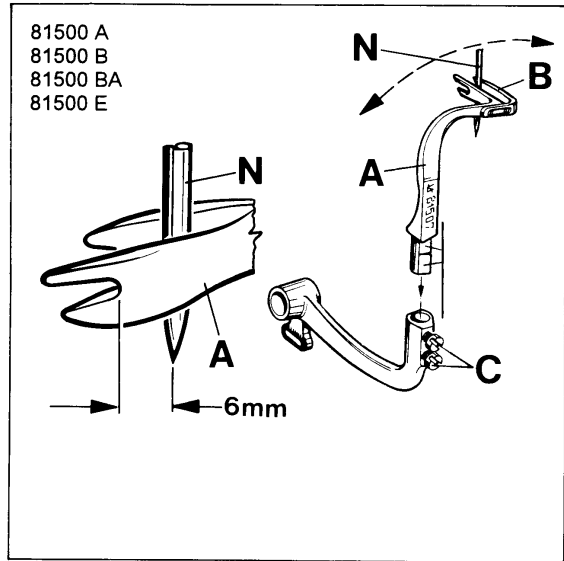
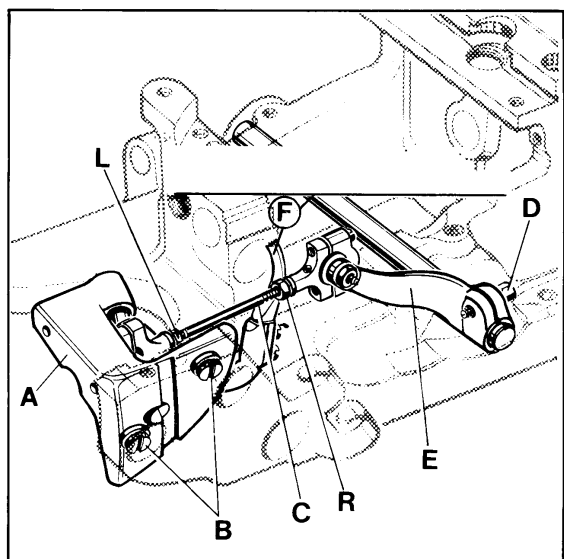

Fig. 11
Fig. 12
Before inserting a new upper spreader (A, Fig. 11) remove thread hook (B). This facilitates the visual check of the adjustment.
For adjustment of spreader (A, Fig. 11) with respect to the needle (N), the shank of spreader (A) has two offset flats.
First snug one screw (C, Fig. 11) on the flat of the spreader shank with which the following position of the spreader is reached:
When rotating the handwheel in sewing direction, spreader (A, Fig. 11 A) should pass with its face (D) as close as possible to the front of needle (N), without contacting it. Now tighten the second screw (C, Fig. 11) firmly.
**HINT:** In case the adjusting possibility of the spreader by means of the two offset flats on the spreader shank is not sufficient, additionally the complete bearing (A, Fig. 12) can be moved slightly up or down when loosening screws (B). Retighten both screws.
In the extreme left upper end position of spreader (A, Fig. 11) the distance between the bottom of the forked cut-out and the center of needle (N) should be 6 mm (15/64 in.)
If an adjustment is necessary, loosen nuts (L and R, Fig. 12) and turn connecting rod (C) forward or backward as required to obtain the required position.
**NOTE:** The left nut (L) has a left hand thread, Temporarily snug the two nuts (L and R) manually.
Remount thread hook (B, Fig. 11) on spreader (A) and set it so that its tip passes close behind the needle without contacting it (see Fig. 11 A).
Bevor Sie einen neuen oberen Blindgreifer (A, Fig. 11) einsetzen entfernen Sie den Fadenhaken (B). Dies erleichtert die visuelle Prüfung der Einstellung.
Zum Einstellen des Blindgreifers (A, Fig. 11) im Bezug zur Nadel (N) hat der Schaft des Blindgreifers (A) zwei versetzte Befestigungsflächen.
Legen Sie zuerst eine Schraube (C, Fig. 11) auf der Fläche des Blindgreifers an, mit der Sie folgende Stellung des Blindgreifers erhalten:
Beim Drehen des Handrades in Nährichtung muß der Blindgreifer (A, Fig. 11 A) mit seiner Stirnfläche (D) dicht an der Vorderseite der Nadel (N) vorbeigehen, ohne diese zu berühren. Ziehen Sie nun die zweite Schraube (C), Fig. 11) gut an.
**HINWEIS:** Sollte die Einstellmöglichkeit des Blindgreifers mit Hilfe der beiden versetzten Befestigungsflächen am Greiferschaft nicht ausreichen, kann nach Lösen der beiden Schrauben (B, Fig. 12) zusätzlich das ganze Lager (A) etwas nach oben oder unten verschoben werden. Ziehen Sie die beiden Schrauben wieder an.
In der äußerst linken oberen Endstellung des Blindgreifers (A, Fig. 11) muß der Abstand zwischen der tiefsten Stelle des gabelförmigen Einschnittes und der Nadelmitte (N) 6 mm betragen.
Wenn eine Einstellung notwendig ist, lösen Sie die Muttern (L und R, Fig. 12) und drehen die Verbindungsstange (C) vor oder zurück bis die erforderliche Stellung erreicht ist.
**BEACHTEN SIE:** Die linke Mutter (L) hat ein Linksgewinde. Legen Sie vorerst beide Muttern (L und R) von Hand leicht an.
Montieren Sie den Fadenhaken (B, Fig. 11) wieder an den Blindgreifer (A) und stellen Sie ihn so, daß seine Spitze dicht hinter der Nadel vorbeigeht, ohne diese zu berühren (siehe Fig. 11 A).
If required loosen clamp screw (D, Fig. 12) in the drive lever (E) and set the lever so that the upper spreader (F) clears at all points. Retighten clamp screw (D).
After this setting recheck the position of the upper spreader to the needle, as described above. Reset with connecting rod (C, Fig. 12) if required and tighten nuts (L and R).
Preliminary mount the upper looper (A, Fig. 11 B) and the thread hook (B) to the looper shank (S) so that the distance (T) between upper looper and thread hook is as big as possible.
For adjustment of upper looper (A, Fig. 11 B) with respect to the needle (N) the looper shank (S) has two offset flats.
First snug one screw (C, Fig. 11 B) on the flat of looper shank (S) with which the following position of the upper looper is reached:
When rotating the handwheel in operating direction, upper looper (A, Fig. 11 C) should pass with its face (D) as close as possible to the front of needle (N), without contacting it. Now tighten the second screw (C, Fig. 11 B) firmly.
For precise adjustment of upper looper (A, Fig. 11 C) with respect to the needle (N) loosen screws (U) and set the upper looper (A) accordingly.
Simultaneously set the thread hook (B, Fig. 11 C) so that its tip passes close behind the needle (N) without contacting it. Retighten the two screws (U).
**HINT:** In case the adjusting possibility of the upper looper as described is not sufficient, additionally the bearing (A, Fig. 12) can be moved slightly up or down when loosening the two screws (B). Retighten screws.
Bei Bedarf l sen Sie die Klemmschraube (D, Fig. 12) im Antriebshebel (E) und stellen den Hebel so, da  der obere Blindgreifer (F) an allen Stellen freigeht. Ziehen Sie die Klemmschraube (D) wieder an.
Pr fen Sie nach dieser Einstellung nochmals die Stellung des oberen Blindgreifers zur Nadel, wie oben beschrieben. Stellen Sie bei Bedarf mit der Verbindungsstange (C, Fig. 12) nach und ziehen Sie die Muttern (L und R) an.
Montieren Sie den Obergreifer (A, Fig. 11 B) und den Fadenhaken (B) vorl ufig so an den Greiferschaft (S), da  der Abstand (T) zwischen Obergreifer und Fadenhaken so gro  wie m glich ist.